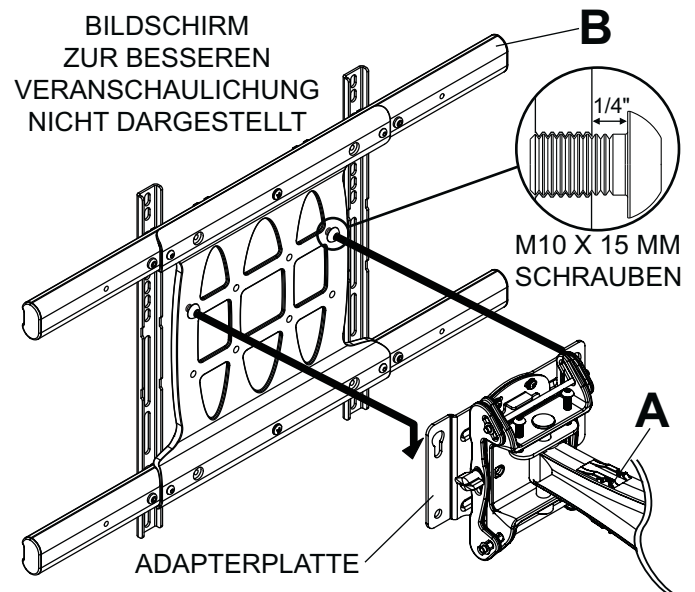

Abbildung. 4.2
Für Universell-Adapterhalterung: Hängen Sie die M10 x 15 mm Schrauben in die Schlüssellochschlitzte der Adapterplatte (A) ein wie in Abbildung 4.2 dargestellt.